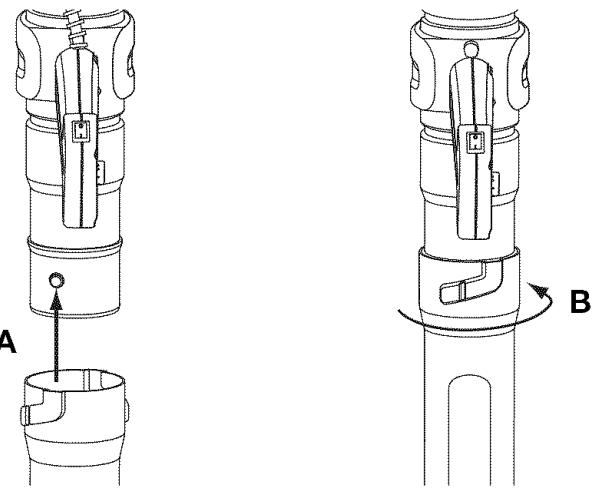

Fig. 3
1. Alinee la ranura de tope en el extremo del primer tubo inferior de la sopladora con el tope en el extremo inferior del tubo superior de la sopladora (Fig. 3, A).
2. Inserte el tope del tubo superior de la sopladora en la ranura de tope de la extensión del tubo (Fig. 3, A).
3. Haga girar el primo tubo inferior de la sopladora alrededor del tubo de extensión de la sopladora hasta que el tope del primo tubo inferior de la sopladora caiga en su lugar (Fig. 3, B).